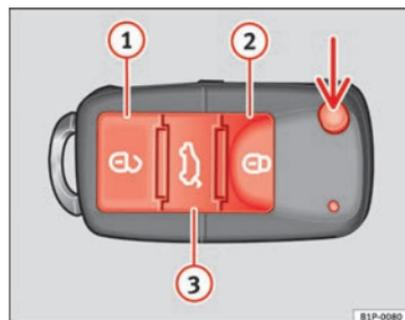

Fig. 62 Botões da chave com comando à distância
Com o botão ⇒ Fig. 62 (seta) do comando, destranca-se o palhete da chave.
Destrancamento do veículo ⇒ Fig. 62 ①.
Trancamento do veículo ⇒ Fig. 62 ②.
Destrancagem da porta do porta-bagagens. Pressione o botão ⇒ Fig. 62 ③ até que todas as luzes indicadoras de mudança de direcção do veículo pisquem durante breves segundos. Ao pressionar o botão de destrancamento ③, dispõe de 2 minutos para abrir o porta-bagagens. Uma vez decorrido este tempo, será novamente trancado.
Além disso, o indicador luminoso da pilha da chave ⇒ Fig. 62, começa a piscar.
Pressionando uma vez o botão  ⇒ Fig. 62 , apenas se abrirá a porta do condutor, permanecendo as restantes fechadas.
Pressionando duas vezes o botão  ⇒ Fig. 62 , todas as portas serão destrancadas.
- Pressionar o botão  ⇒ Fig. 62 do comando à distância.